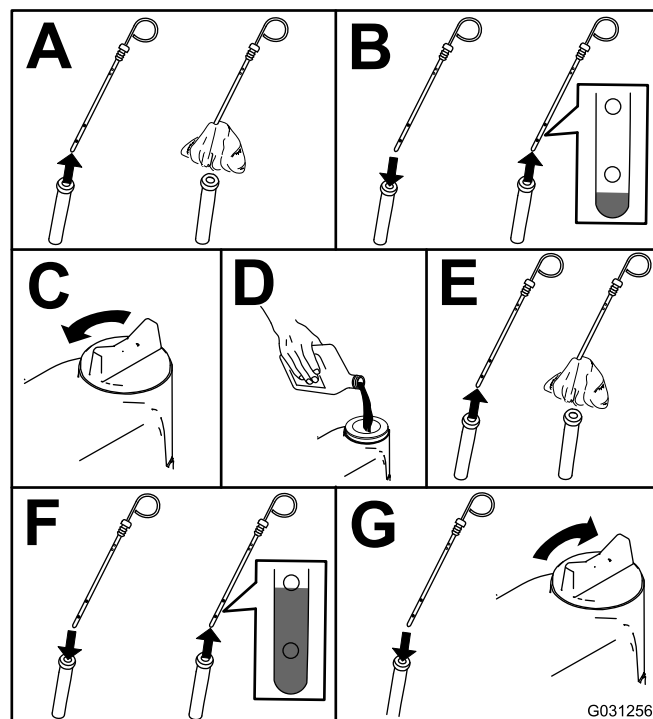

Figura 73
2. Verifique o nível de óleo do motor (Figura 73).